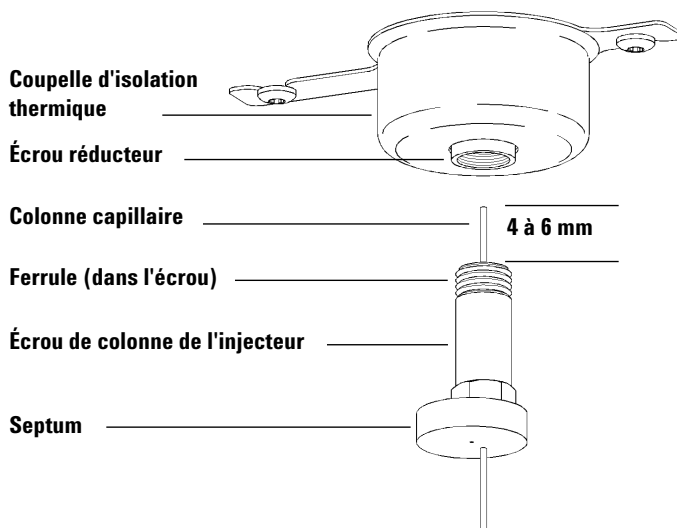

Figure 4 Installation d'une colonne capillaire dans un injecteur avec/sans division
- 7 Positionner la colonne pour qu'elle dépasse de 4 à 6 mm de l'extrémité de la ferrule (Figure 4).